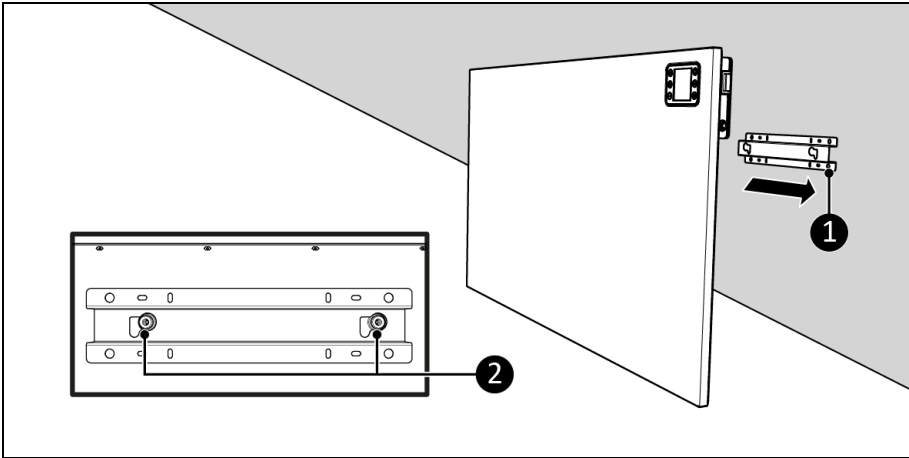

Abbildung 13
9. Platzieren Sie die Gerätehalterung (Abbildung 13, Pos. 2) über die Wandhalterung (Abbildung 13, Pos. 1).